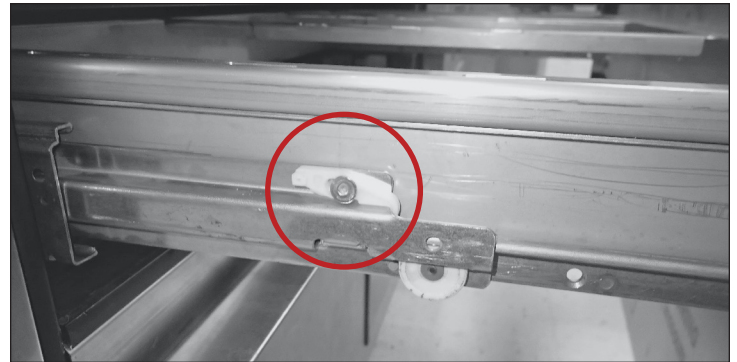

Fig. 1. Ubicación del retenedor del cajón. El retenedor está acoplado.
3. Presione el retenedor de plástico del cajón hacia abajo y hacia la parte posterior del equipo. Consulte la fig. 1